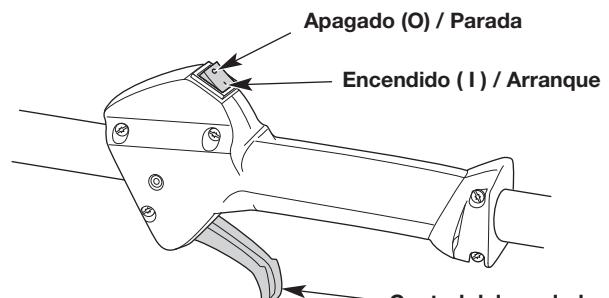

Fig. 7
NOTA: No hay necesidad de encender la unidad. El interruptor de Encendido/Apagado debe estar en la posición ENCENDIDO (I) en todo momento (Fig. 7).
6. Apriete el control del regulador (Fig. 7) y tire de la cuerda **5 veces** con movimiento regulado y firme (Fig. 9).
2. Oprima y no suelte el interruptor de control de Encendido y Apagado en la posición APAGADO (O) hasta que el motor se detenga por completo (Fig. 7).